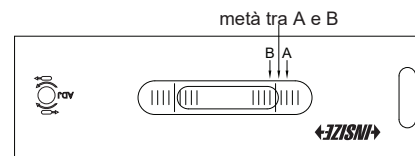

Fig.5
e) Se $A-B \leq 1/2$, è possibile utilizzare la livella. Se $A-B > 1/2$ (nell'esempio precedente, $A-B=3$), ruotare leggermente la vite di regolazione finché la bolla non si sposta al centro tra A e B (Fig. 5).